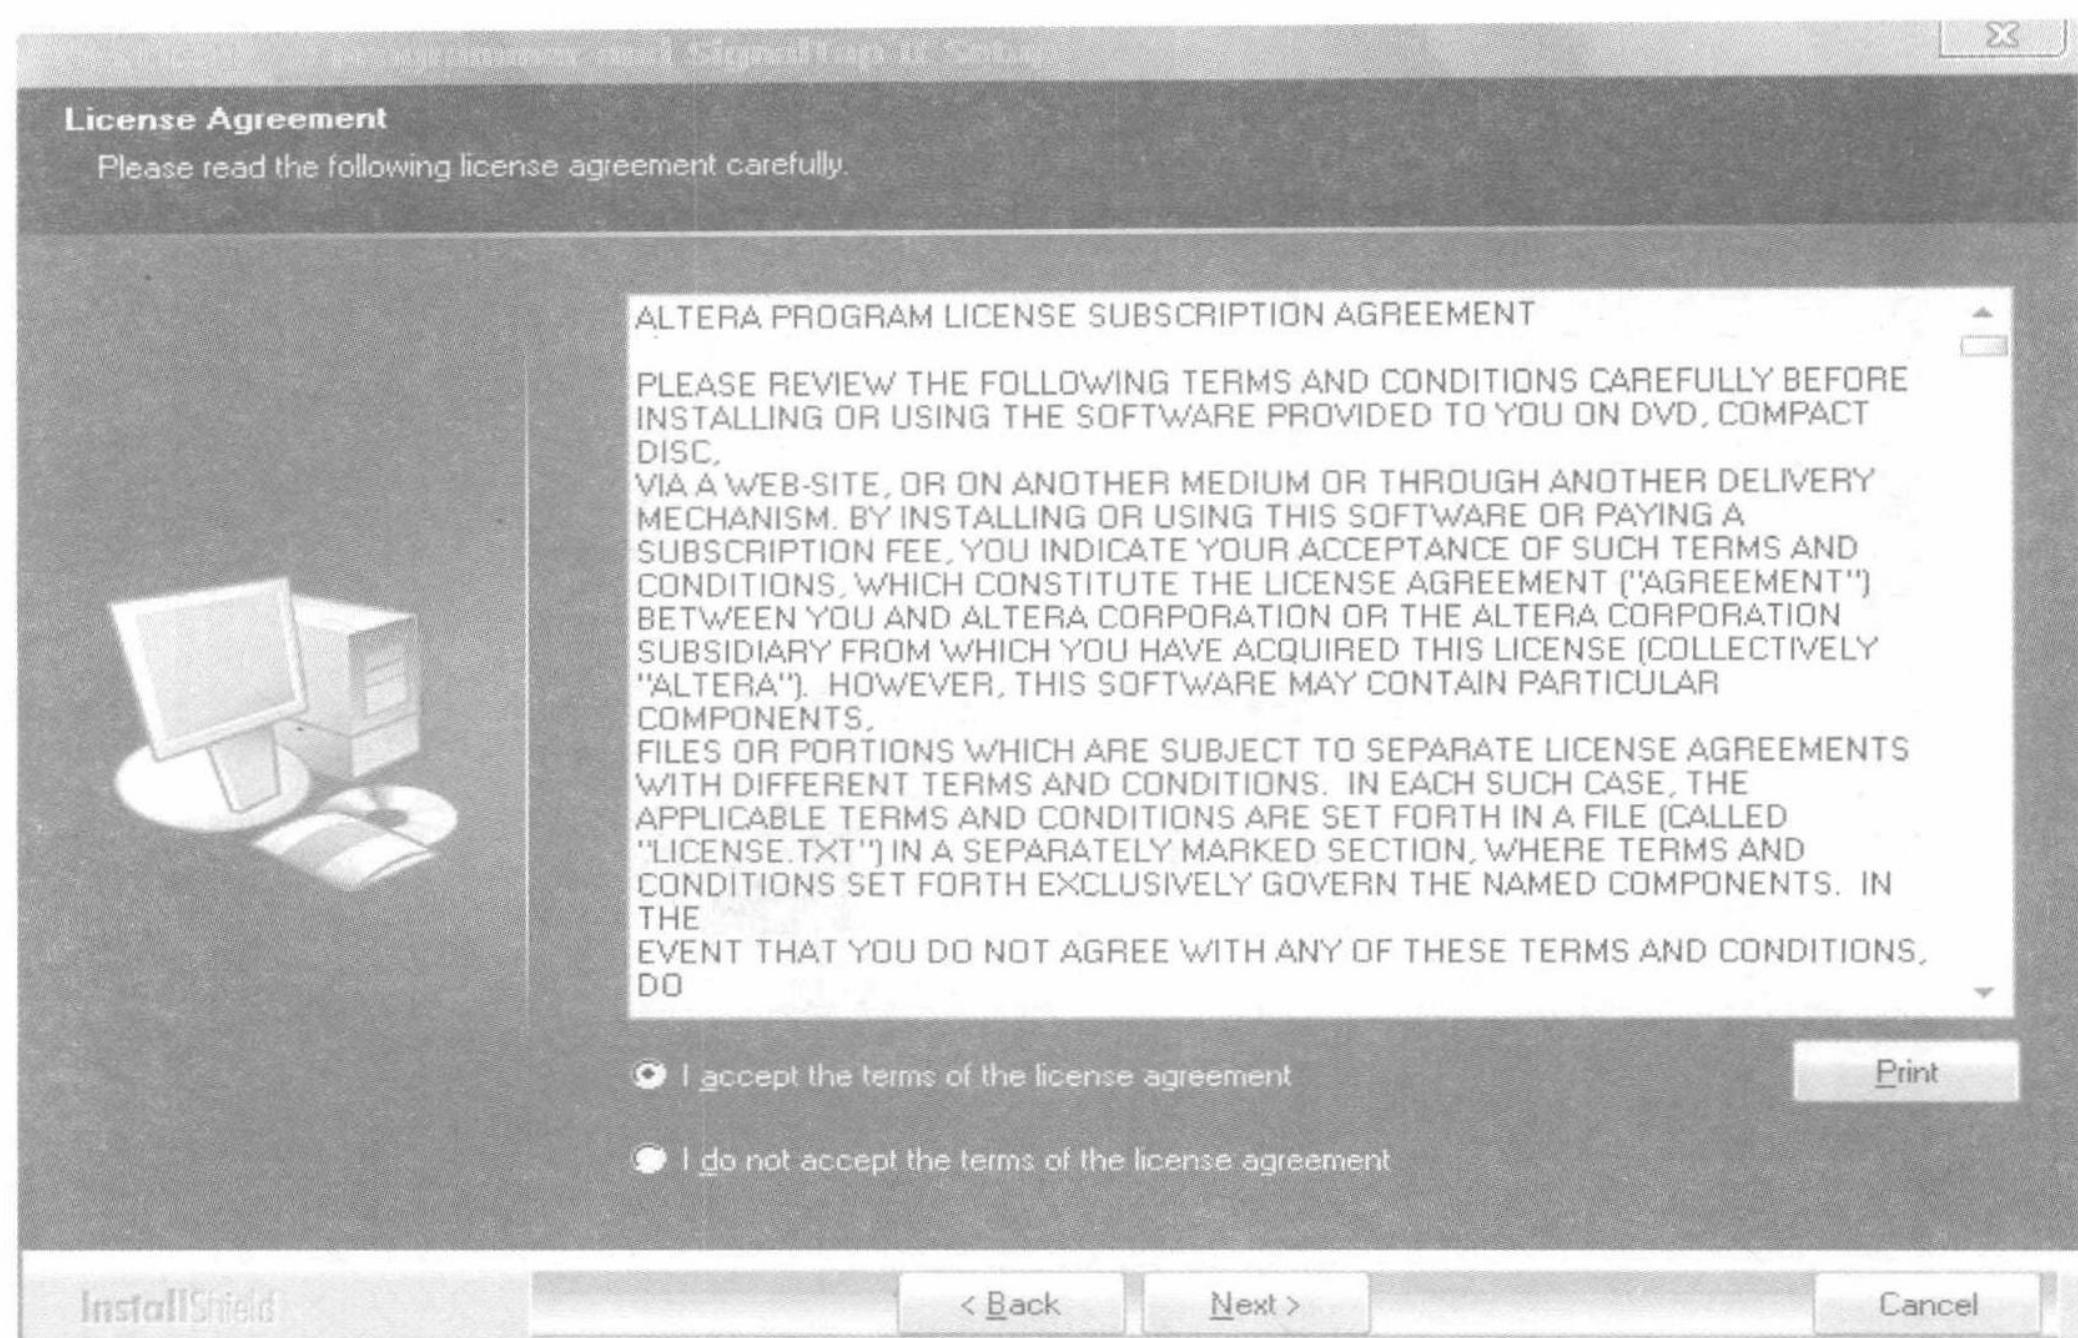

图 1.2 “说明”对话框
(2) 点击【Next】按钮后，弹出“说明”对话框，如图 1.2 所示。